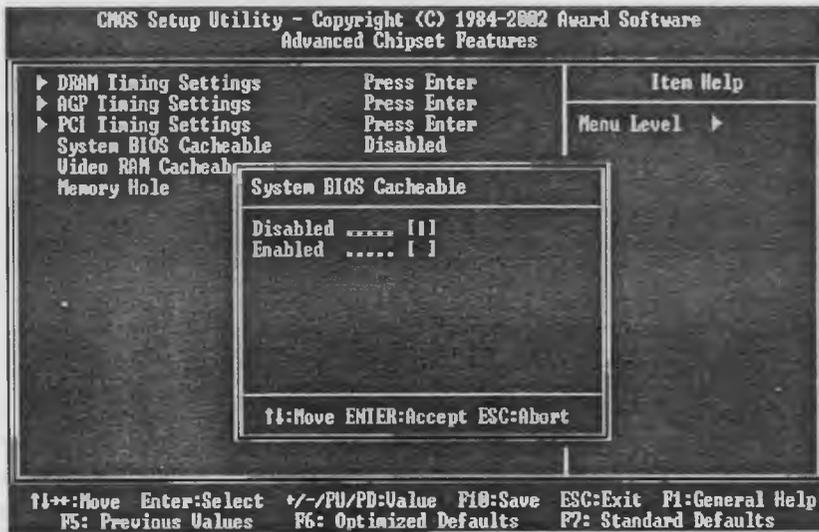

Рис. 4.6. При нажатии клавиши <ENTER> вы можете увидеть окно с набором возможных значений
- <ENTER> — вход в подменю или открытие окна с набором возможных значений для выбранного параметра (рис. 4.6);